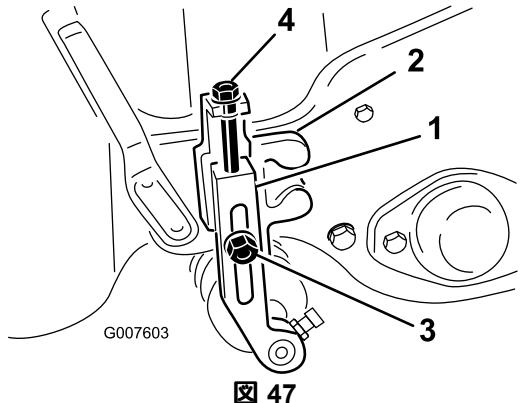

図 47
- 刈り高アームを刈り高ブラケットに固定しているロックナットをゆるめる図47。